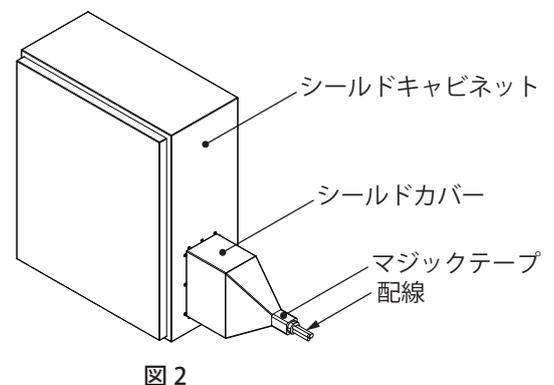

図2
- ケーブル類を通し、マジックテープで開口部を結束します。(図2)